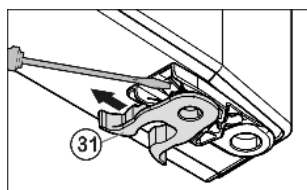

Fig. 10
- ▶ Pružinovou svorku *Fig. 10 (31)* přesadit: Stisknutím zarážku pro uchycení, přesto stáhněte pružinovou svorku.